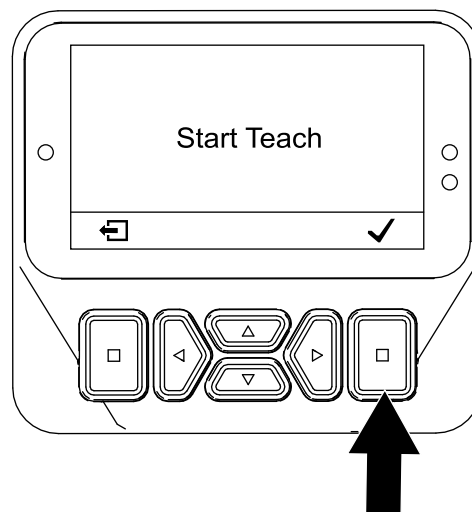

Bild 63
5. Drücken Sie auf dem Bildschirm OK DRÜCKEN, UM MIT DEM EINLERNEN ZU BEGINNEN (Bild 63) die Auswahl.